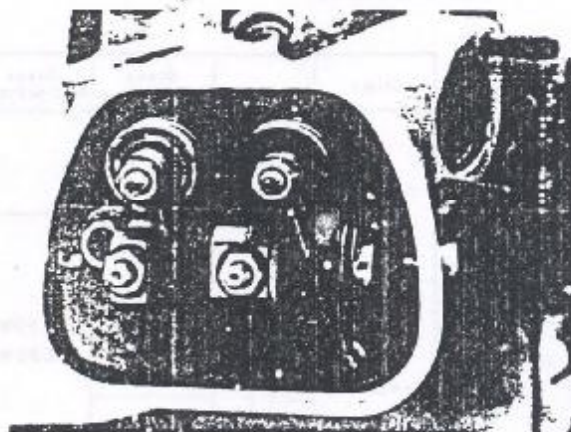

Figura 0.05.4 - Tampa do cabeçote removida
1. Remover a tampa do cabeçote (Figura 0.05.4).